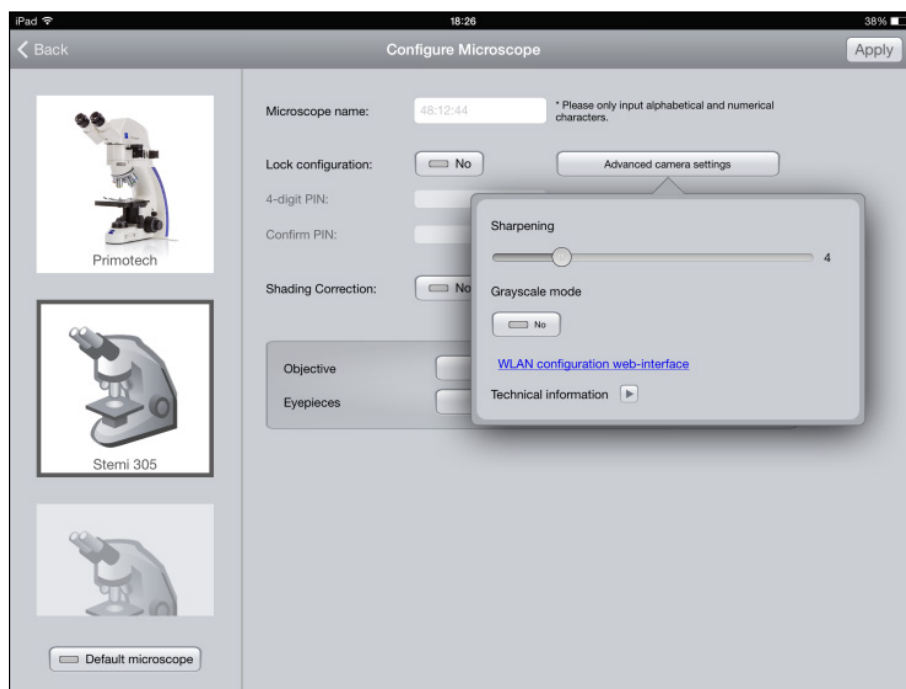

Figura 8 Pagina di configurazione dello Stemi 305 cam
- Iniziare l'app Labscope sull'iPad (vedi Figura 8).